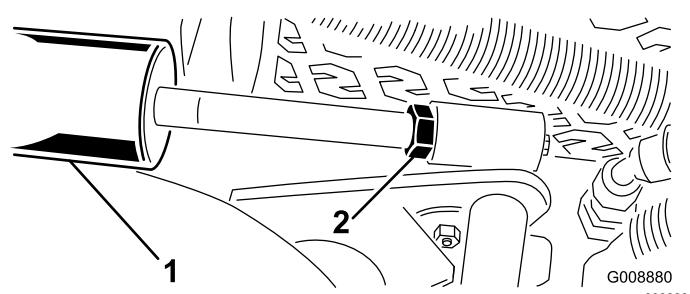

図15
A. カッティングユニットを降下させ、シリンダについているジャムナットを戻す図15。